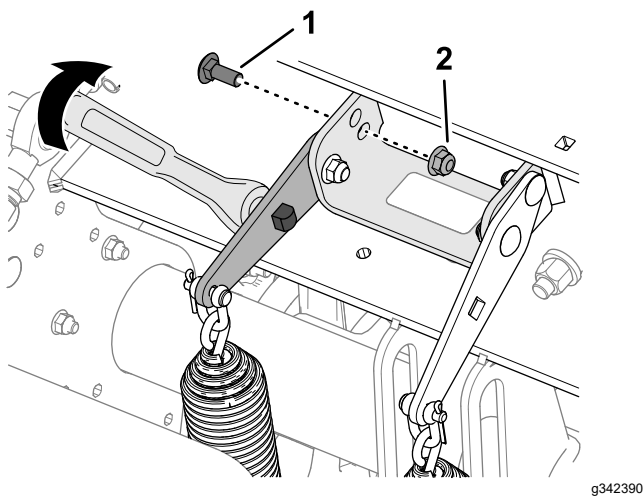

Figure 119
4. Insérez un manche à rochet de 1/2 pouce ou une barre de levier dans le trou carré de la plaque de tension du ressort (Figure 119).